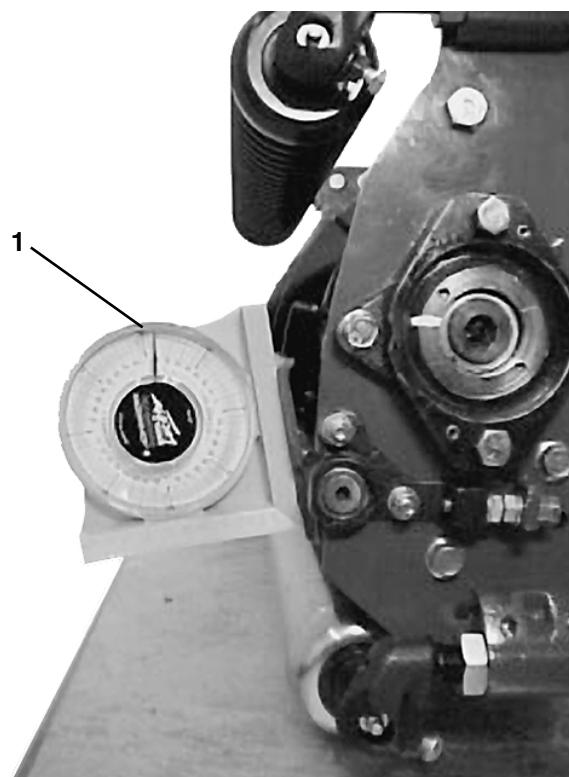

Figure 9
2. Placez un indicateur d'angle (Réf. Toro 99-3503) sur la contre-lame et notez l'angle obtenu (Fig. 9).